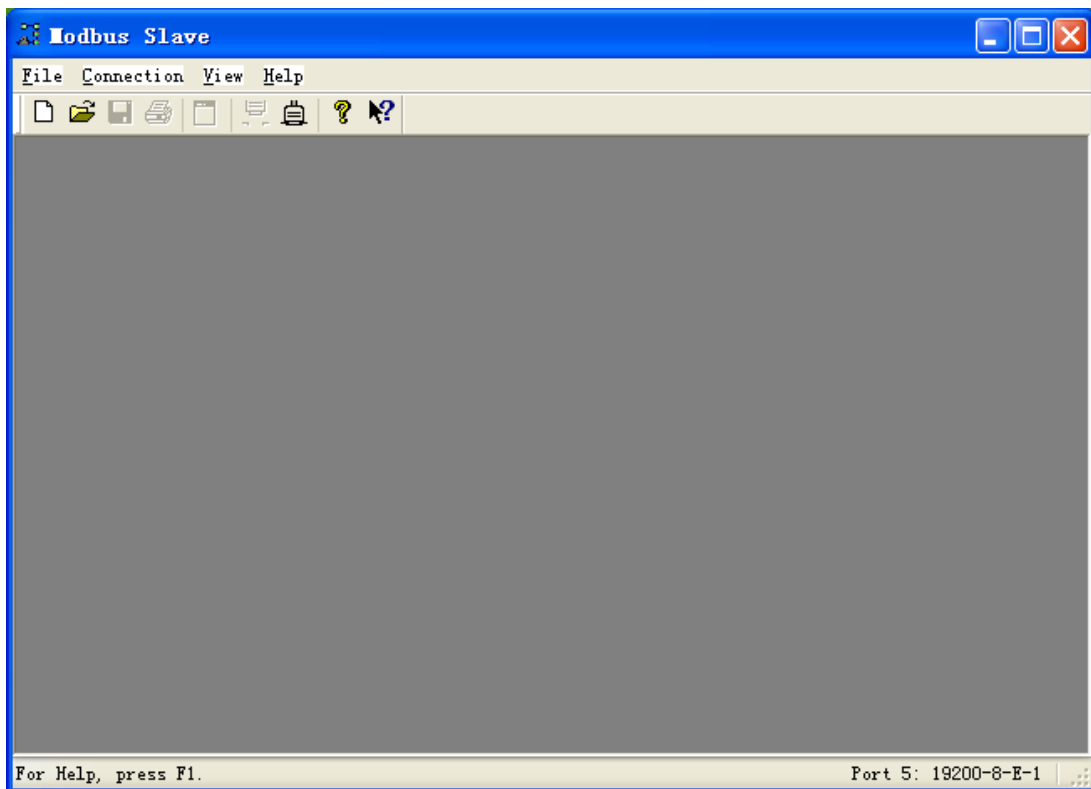

图 5.1 打开 Modbus Slave 软件
1) 打开电脑中已经安装好的 Modbus Slave 模拟软件，软件界面如下图 5.1 所示：